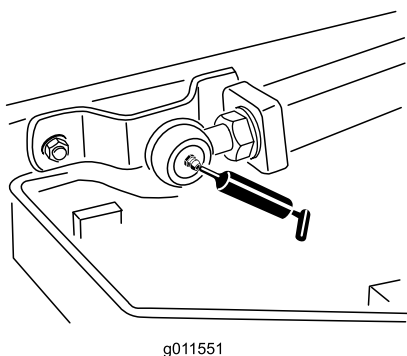

Figure 53
- 2 rotules de bras de levage (Figure 53).